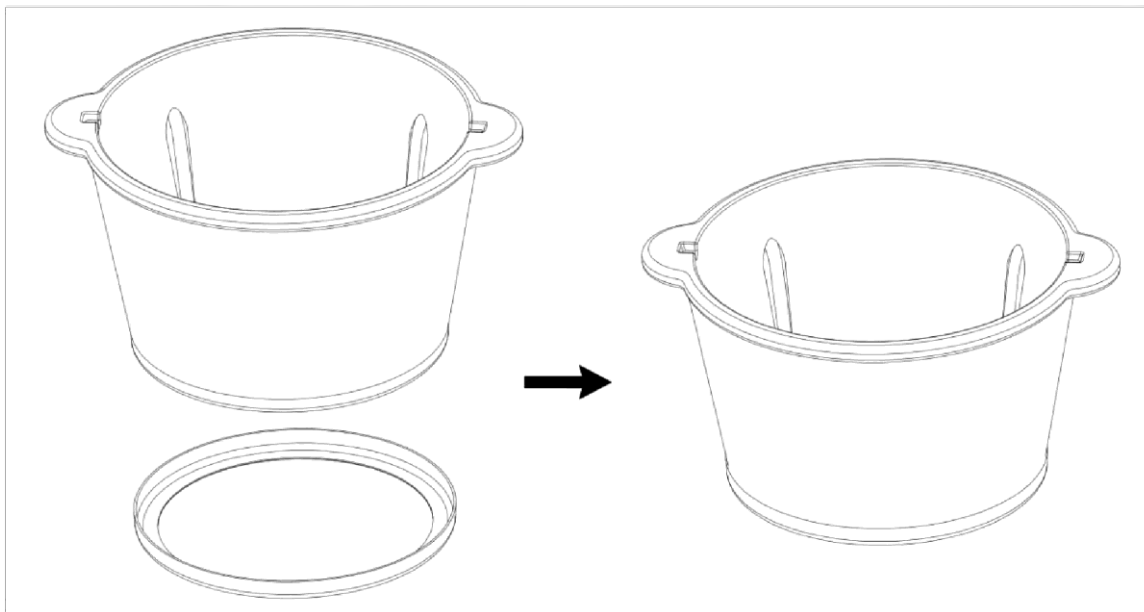
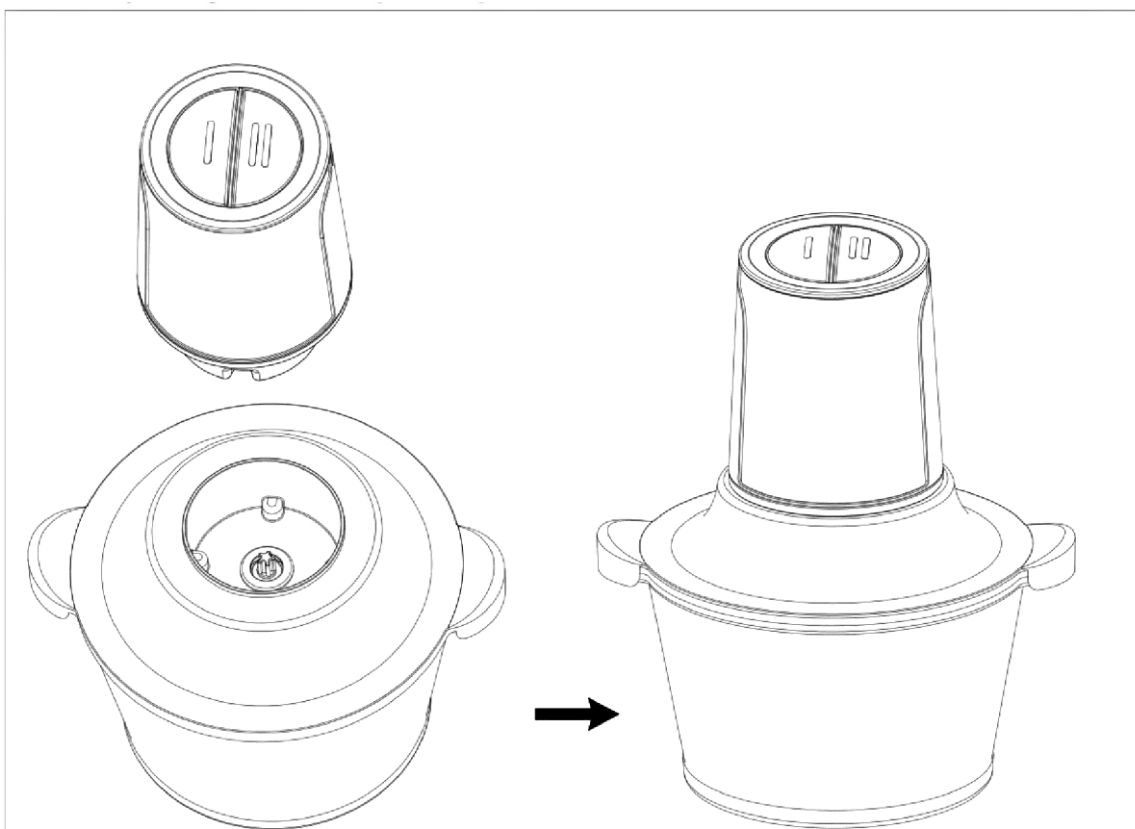

Abb. 1
Abb. 3
- a) Stellen Sie den Behälter auf die Anti-Rutsch Unterlage (Abb.1)
- c) Nachdem Sie die Zutaten in den Behälter gegeben haben, legen Sie den Deckel wie auf der Abbildung 3.
Montage: Setzen Sie die Seitenklinge auf die Hauptklinge (Abb. 1 und 2) und drehen Sie die Seitenklinge gegen den Uhrzeigersinn (Abb. 3), dann entfernen Sie den Messerschutz.